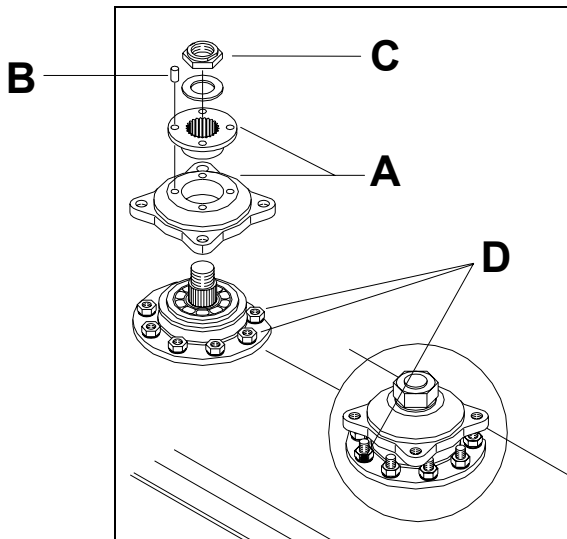

fig.40
Il dispositivo evita danneggiamenti agli organi interni della barra in caso di urti accidentali contro ostacoli, tranciando i quattro perni di sicurezza **B** (fig.40).
- smontare il disco portacoltelli e allentare il dado **C**, codice 58032873 (fig.40);
This device prevents damage to the internal parts of the bar in the case of accidental banging against some obstacle which would break the four safety pins **B** (fig.40).
- disassemble the blade support disk and loosen nut **C**, code 58032873 (fig.40);
Le dispositif évite des dommages aux organes internes de la barre en cas de chocs accidentels contre les obstacles, en découpant les quatre pivots de sécurité **B** (fig.40).
- démonter le disque porte-couteaux et desserrer l'écrou **C**, code 58032873 (fig.40);
El dispositivo evita daños en los órganos internos de la barra en caso de choques accidentales contra obstáculos, cortando los cuatro pernos de seguridad **B** (fig.40). En caso de choque, para reanudar el funcionamiento de la máquina hay que realizar lo siguiente:
- desmontar el disco porta-cuchillos y aflojar la tuerca **C**, código 58032873 (fig.40);
Diese Einrichtung schließt Beschädigungen an den Innenteilen des Balkens bei ungewollten Stößen gegen Hindernisse aus, indem die vier Sicherheitsbolzen **B** (Abb.40) abgekappt werden. Bei einem Stoß ist zur Wiederherstellung der Maschinenfunktion wie folgt vorzugehen:
- die Messerscheibe ausbauen und die Mutter **C** Bestellnummer 58032873 (Abb.40) lockern;
ATTENZIONE: serrare i dadi D (fig.40) alla coppia di 2,7 kgm.
ATTENTION: tighten the nuts D (fig.40) to a torque setting of 2.7 kgm.
ATTENTION: serrer les écrous D (fig.40) au couple de 2.7 kgm.
ATENCIÓN: apretar las tuercas D (fig.40) al par de 2.7 kgm.
ACHTUNG: Die Muttern D (Abb.40) bei einem Drehmoment von 2.7 kgm anziehen.
Bloccare il dado C (M24) con coppia di serraggio di 30 kgm (fig.40).
Block nut C (M24) with a 30 kgm torque (fig.40).
Bloquer l'ecrou C (M24) avec un couple de serrage de 30 kgm (fig.40).
Sujetar la tuerca C (M24) con par de torsión de 30 Kgm (fig.40).
Die Mutter C (M24) mit einem Anzugsmoment von 30 kgm (Abb.40) anziehen.